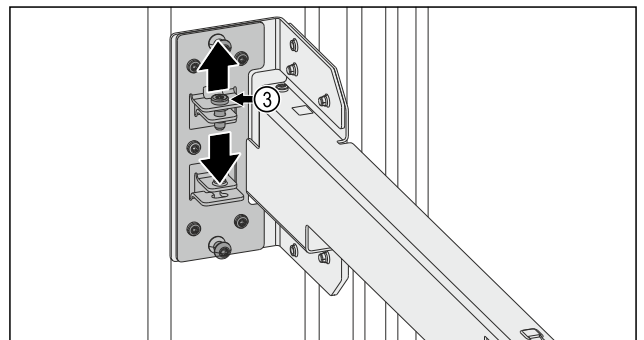

Fig. 15
- ▶ 松开螺栓 Fig. 15 (3)。
- ▶ 拧紧螺栓 Fig. 15 (3)。